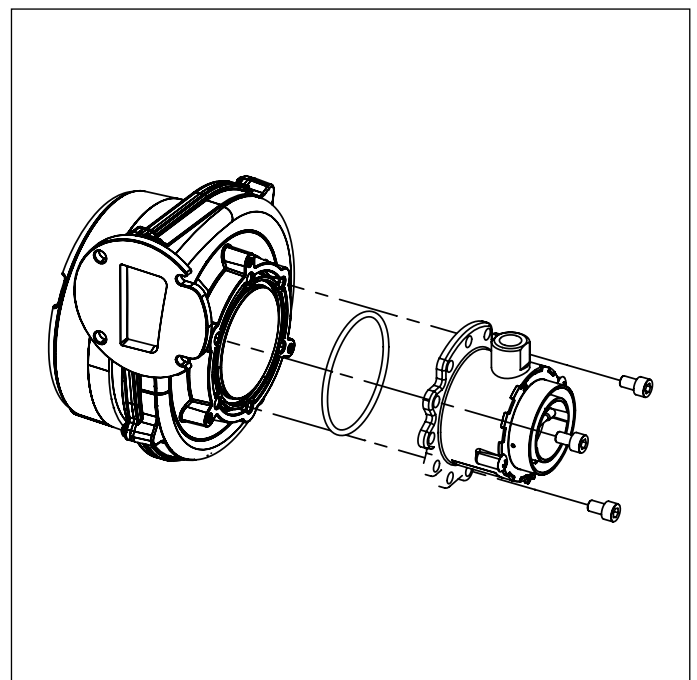

Fig. 42 Miscelatore
- Rimuovere il miscelatore svitando le tre viti a brugola (vedi Fig. 42 Miscelatore).